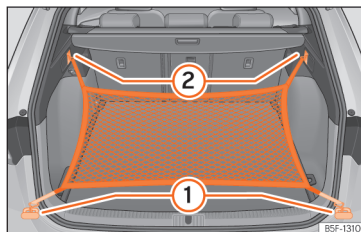

Fig. 193 În portbagaj: inele ① și cârlige ② pentru fixarea plasei pentru bagaje.
- Fixați cârligele scurte ale plasei de inelele de ancorare »» fig. 193 ① »» Δ. Fermoarul bagajelor trebuie îndreptat în sus.
- Fixați chingile în cârligele plasei ②.